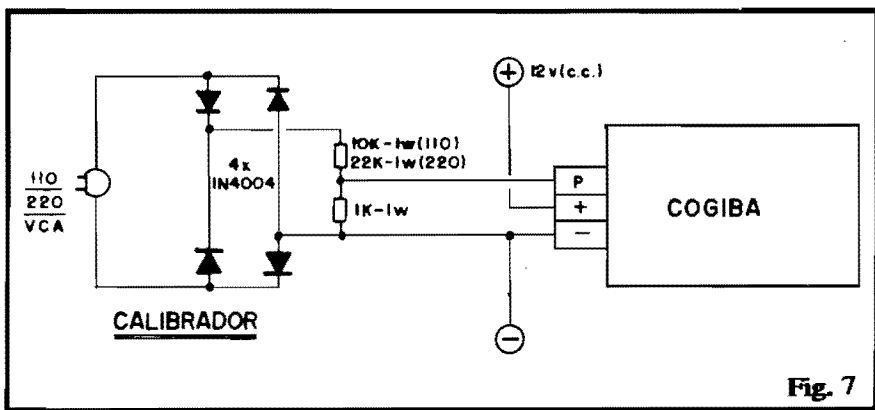

Fig. 7
- 1 - Barra de terminais tipo "Sindal", ou "ponte" de terminais soldáveis, para a momentânea implementação do circuito provisório de calibração (ver TEXTO e fig. 7).
B - Quem não tem acesso a um Gerador de Sinais pode, com toda facilidade, improvisar um (de excelente precisão, diga-se...), a partir do circuitinho "provisório" cujo esquema vemos na fig. 7: quatro diodos 1N4004, dois resistores e mais nada! O conjunto de componentes pode ser interligado momentaneamente através de uma barra tipo "Sindal" (o que, inclusive, permitirá o posterior aproveitamento dos componentes, já que os terminais não precisarão ser soldados nem
Para facilitar os cálculos eventuais, baseados na calibração com Gerador de Sinais ajustado em 120Hz, ou com o circuitinho provisório (fig. 7), é bom adotar a fórmula: